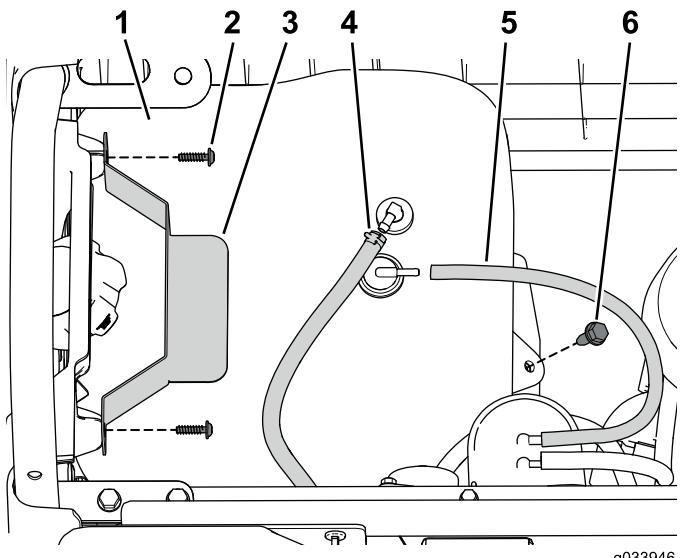

Bild 4
1. Entfernen Sie die Bundkopfschraube, mit welcher der Kraftstofftank am Tankfach befestigt ist (Bild 4).
2. Entfernen Sie die Schrauben, mit denen die-Befestigungsplatte befestigt ist (Bild 4).
- Schließen Sie den Entlüftungsschlauch und die Kraftstoffleitung vom Tank ab (Bild 4).
7. Schließen Sie die Kraftstoffleitung und den Entlüftungsschlauch an den Kraftstofftank an (Bild 4).
8. Sichern Sie die Befestigungsplatte mit den zuvor entfernten Schrauben (Bild 4).
9. Befestigen Sie den Kraftstofftank mit dem zuvor entfernten Bundkopfschraube am Tankfach (Bild 4).